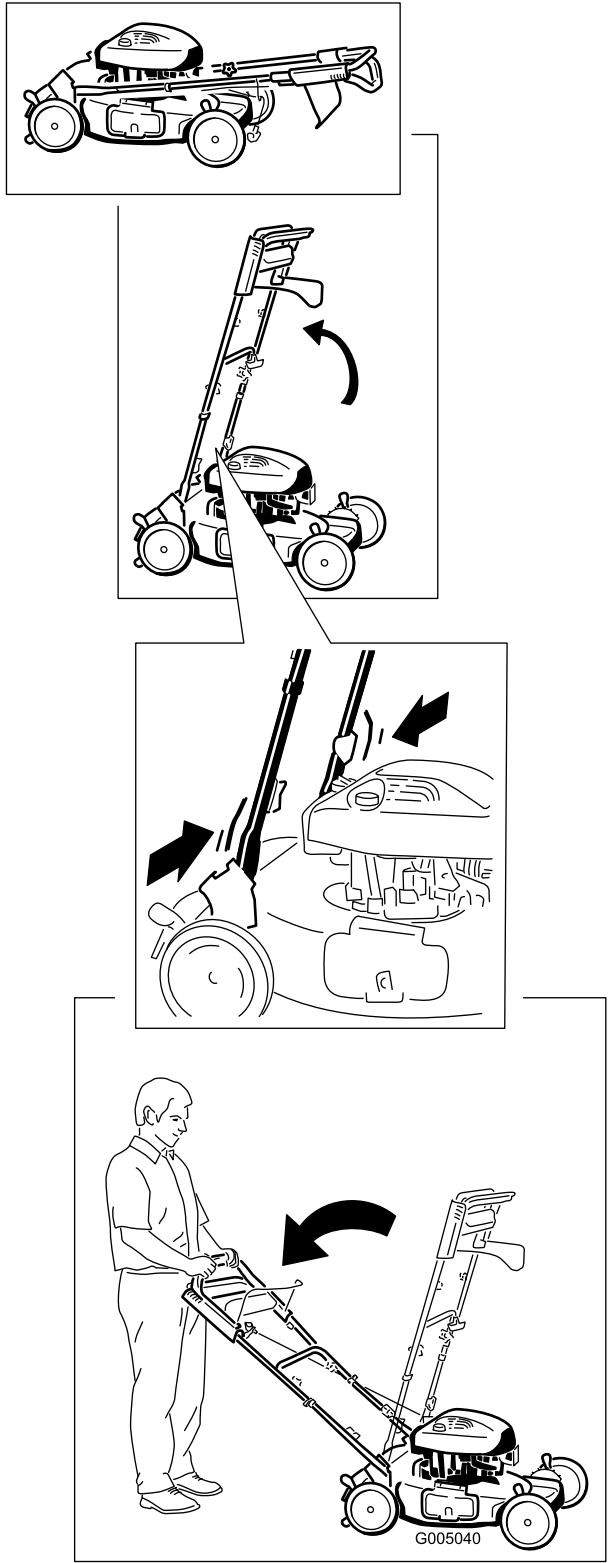

Figure 5
2. Rapprochez les deux côté de la partie inférieure du guidon et rabattez le guidon en arrière jusqu'à ce qu'il s'enclenche en position d'utilisation (Figure 5)